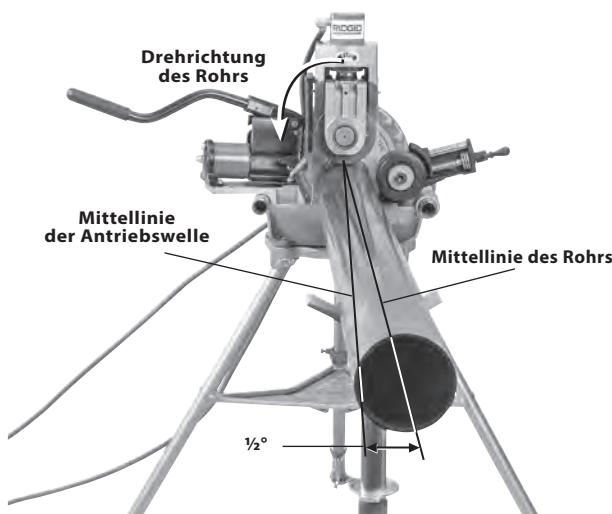

Abbildung 15 - Versetzen des Rohrs um $\frac{1}{2}^\circ$ vom Bediener weg, (übertrieben)
- Alternativer Betrieb - Schalter in FOR-Position (Vorwärtsdrehung):** Wenn Sie die Maschine in der Schalterstellung FOR (Vorwärtsdrehung) verwenden (z. B. mit einer 535 Automatikspannfutter-Maschine, die nicht für das Greifen in beide Richtungen umgerüstet wurde), dann versetzen Sie das Rohr und die Rohrständer um ca. 1/2 Grad (ca. 1 Zoll auf 10 Fuß vom Rollnutgerät) weg vom Bediener (*Siehe Abbildung 15*). Der Rohrstabilisator kann nicht in der Schalterstellung FOR (Vorwärtsdrehung) verwendet werden - er kann dazu führen, dass sich das Rohr aus dem Rollensatz herausdreht.